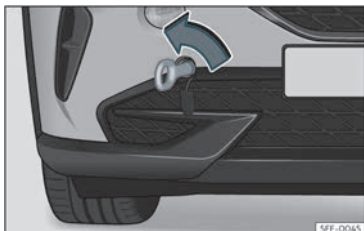

Fig. 44 Paraurti anteriore destro: occhiello di traino avvitato.
- Avvitare l'occhiello di traino nell'alloggiamento, ruotandolo fino in fondo **in senso antiorario**»» fig. 44 »» ⚠. Utilizzare un oggetto idoneo per avvitare completamente e saldamente l'occhiello di traino nel suo alloggiamento.